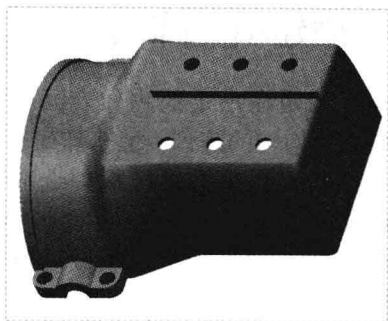

图 7-47 图形文件
Step 01 按【Ctrl+O】组合键，打开图形文件，如图 7-47 所示，在模型树中选择“伸出项 标识 1220”选项，在“功能区”选项板的“模型”选项卡中，单击“编辑”面板中的“阵列”按钮